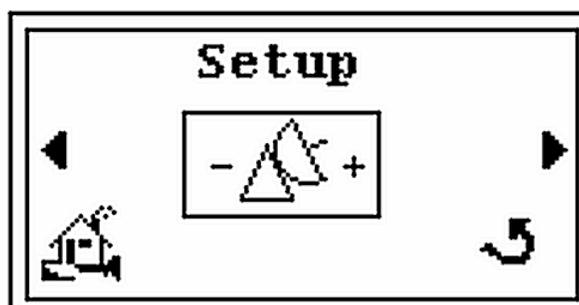

Figure 2-35 Ecran de réglage
3. Presser  et l'écran de *Réglage* apparaît (Figure 2-35).